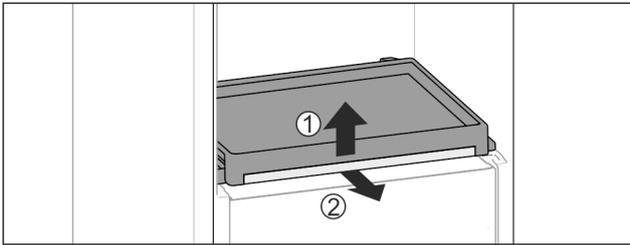

Fig. 113
- ▶ Retirar el estante extraíble con la plancha de cristal: levante ligeramente la parte delantera de la plancha de cristal Fig. 113 (1) y extraígalo hacia delante Fig. 113 (2).